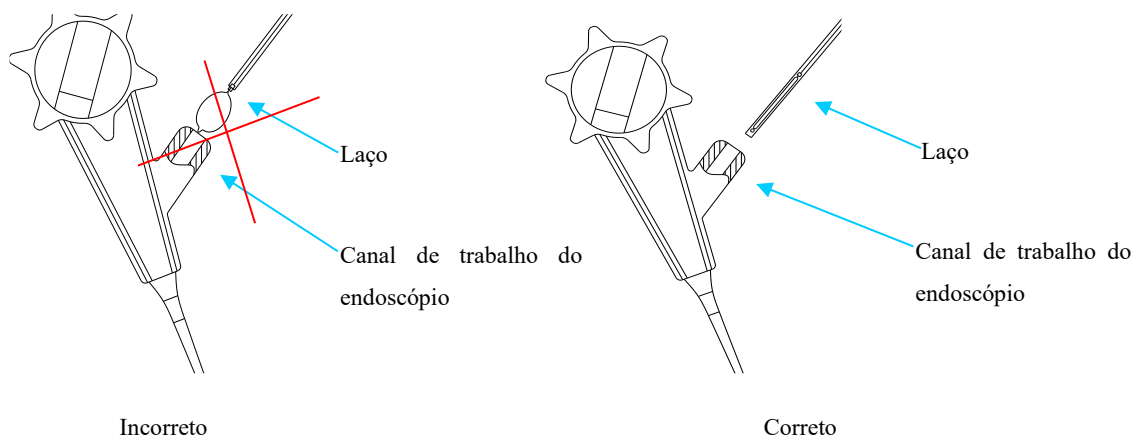
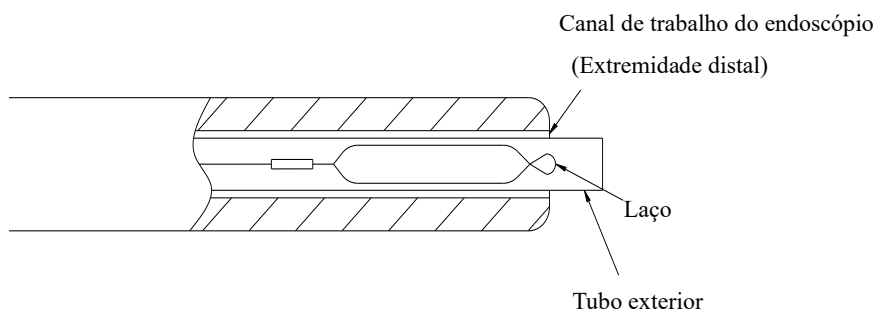

Figura 2
Figura 3
2. Manipule a pega do laço de forma a puxar o laço para dentro do tubo exterior (conforme indicado na figura 2). O laço entra no trato digestivo através do orifício do canal endoscópico. Sob monitorização endoscópica, deve garantir-se que o tubo exterior sai pela extremidade distal do canal endoscópico (conforme indicado na figura 3):